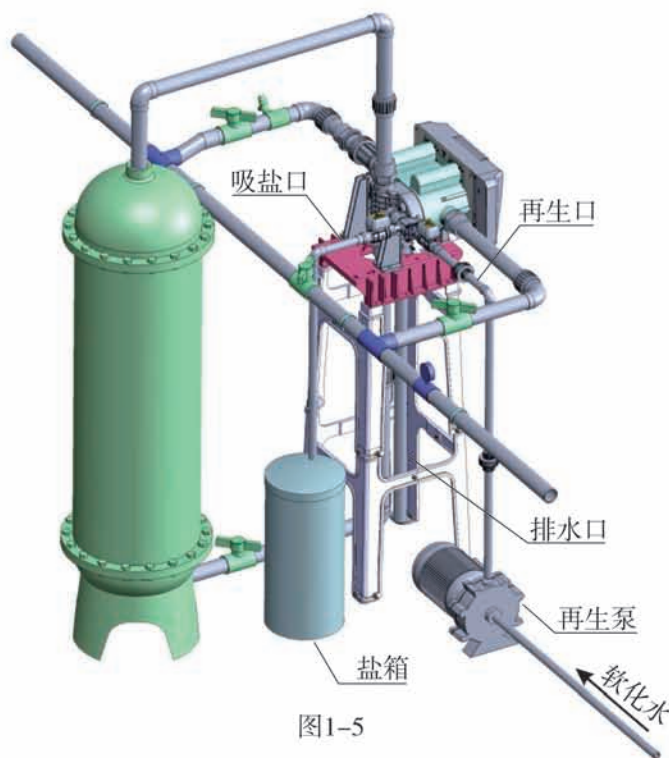

图1-5
④安装吸盐及再生泵管路
- a、如图1-5所示，用DN20的UPVC管及管件将盐箱中的盐阀与控制阀的吸盐口连接。
- b、图1-5所示，用DN20的UPVC管及管件将再生泵出口与控制阀的再生口球阀连接，然后将再生泵的进口与软化水源连接(再生泵参数见P32)。